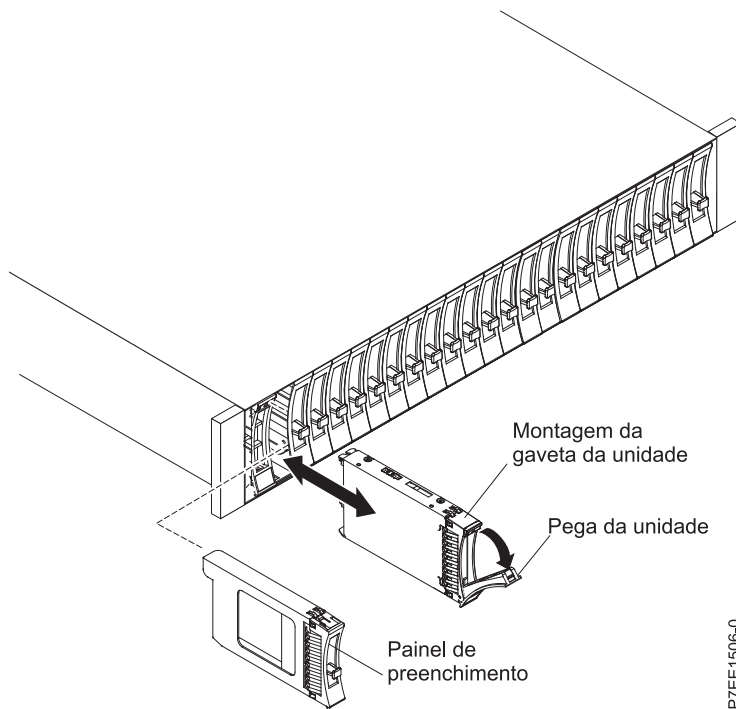

Figura 53. Remover uma unidade do 5887 suporte de unidades de disco
4. Segure a parte anterior da unidade e puxe-a para fora da ranhura, certificando-se de que suporta a parte inferior da unidade como mostrado na Figura 53 na página 56.